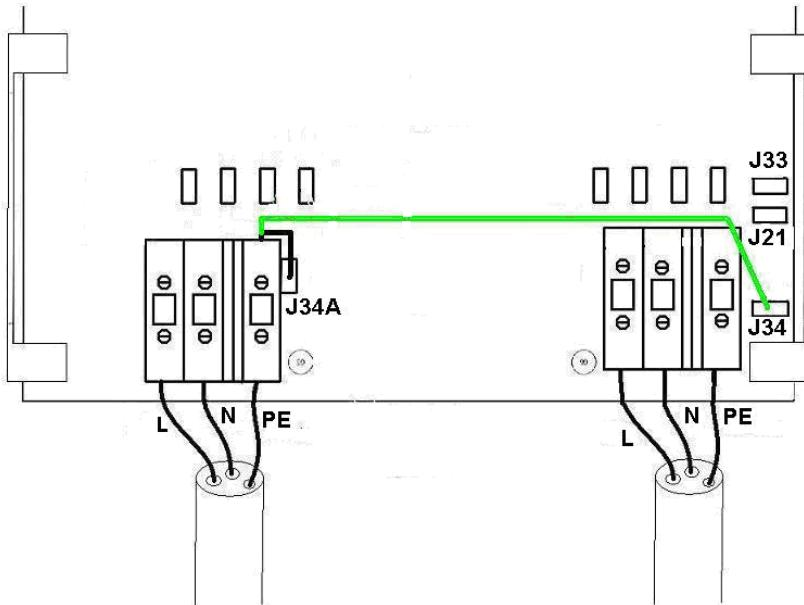

Figure 4 : Connexion d'entrée à la terre (pour modèle Auto 115/230 V ; voir illustration 4a)
- Si le bateau est à l'eau, raccorder le fil PE, en provenance de la borne d'entrée PE, au connecteur-poussoir mâle J34A (fil illustré en noir sur la figure 4). Désormais, l'entrée et la sortie sont isolées l'une de l'autre.
- Si le bateau est à terre (hivernage ou maintenance), le conducteur PE du navire doit être raccordé directement à l'entrée PE, pour des raisons de sécurité. Pour ce faire, il suffit de raccorder le fil PE – provenant de la borne d'entrée PE J34A1 – au connecteur-poussoir mâle J34 (fil illustré en vert ou gris sur la figure 4).